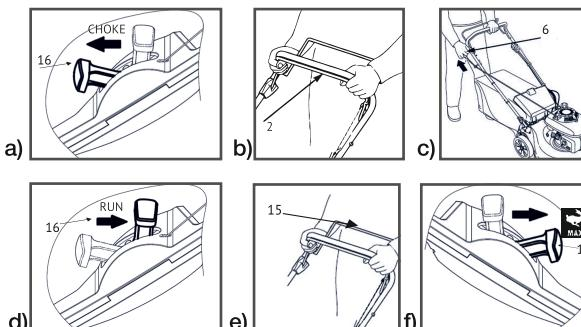

рис. 6
1. Установить ручку регулировки воздушной заслонки (16) в позицию CHOKE/закрыто (рис.6а) - для моделей L5154S и L5362S.
Установить универсальную ручку управления (16) в положение ОТ СЕБЯ- (рис.6а) - для моделей L4710S и L5144S.
2. Подтяните рычаг остановки двигателя(2) к верхней рукоятке(1) и удерживайте его рис.6б.
3. Подтяните ручку стартера (6) до момента, когда почувствуете сопротивление и резко потяните ее для запуска двигателя. Не бросайте ручку стартера (6) после запуска, а плавно отпустите ее. Если двигатель не запускается, повторите процедуру 2-3 раза (рис.6с).
4. Для моделей L5154S и L5362S - установите ручку регулировки воздушной заслонки (16) в положение RUN (рис.6д). При низких температурах дайте поработать двигателю 30 секунд на малых оборотах, прежде чем увеличить их и начать движение.
5. Подтяните рычаг привода колес (15) к верхней рукоятке, газонокосилка начнет движение (рис.6е).
6. Для моделей L5154S и L5362S - обороты двигателя можно регулировать с помощью ручки регулировки (17) от 2,7 до 5 км/ч. Для достижения оптимального результата кошения, рекомендуется косить на высоких оборотах двигателя.